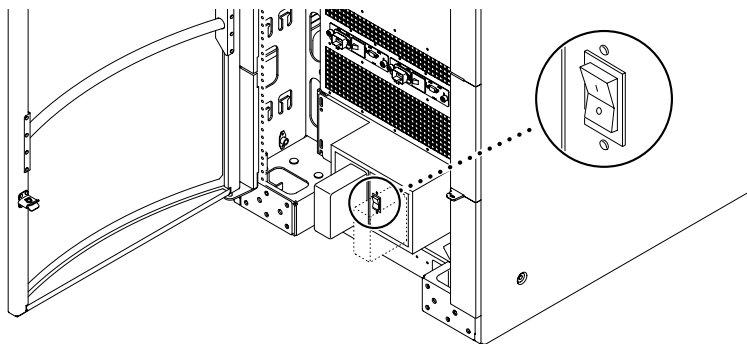

図 2-5 Sun Fire E6900 システムの RTS AC 電源スイッチ
1. システムの正面および背面にある各冗長転送スイッチ (RTS) をオフにします (図 2-5)。